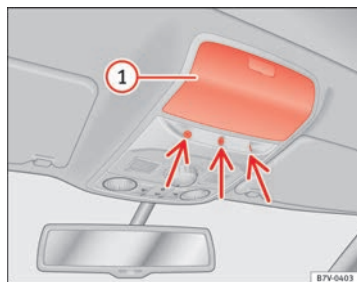

Abb. 48 In der Dachkonsole: Sensoren der Innenraumüberwachung.
Ablagefach ⇒ Abb. 48 ① in der Dachkonsole schließen, da sonst die Funktion der Innenraumüberwachung (Pfeile) nicht uneingeschränkt gewährleistet ist.